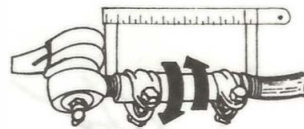

Fig. 13
- a. Coloque los extremos de barras de dirección y déjelas centradas (fig. 13).